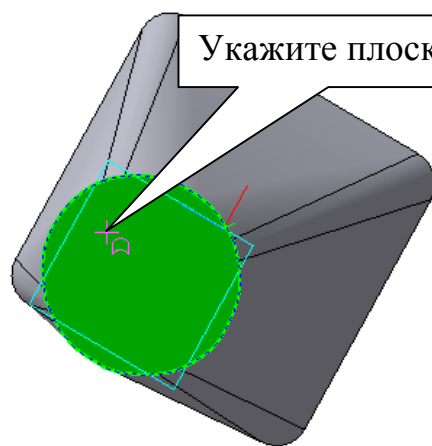
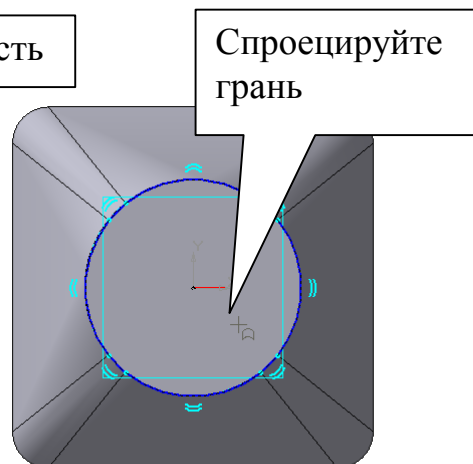
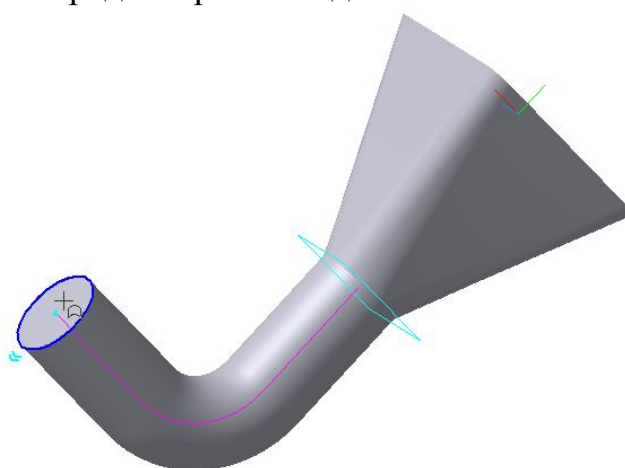

Рис. 19
Рис. 20
Рис. 23
- Выделите курсором грань, рис. 19, перейдите в режим редактирования эскиза и спроецируйте грань командой **Спроецировать объект**  на панели **Геометрия** , рис. 20. Перейдите в режим редактирования детали.
- Выделите курсором грань, рис. 23, перейдите в режим редактирования эскиза и спроецируйте грань командой **Спроецировать объект**  на панели **Геометрия** , рис. 20. Перейдите в режим редактирования детали.